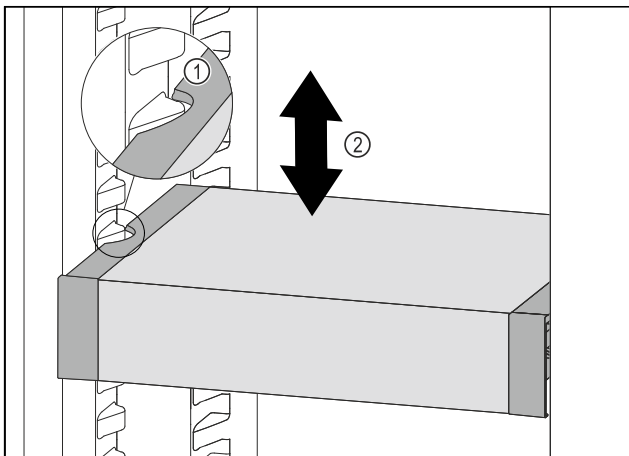

Fig. 102
- ▶ Tirare VarioSafe in avanti fino a quando le cavità laterali di VarioSafe non si trovano al livello della nervatura del contenitore nel vano frigorifero. *Fig. 102 (1)*
- ▶ Spostare VarioSafe verso l'alto o verso il basso nel vano frigorifero fino a raggiungere l'altezza desiderata. *Fig. 102 (2)*